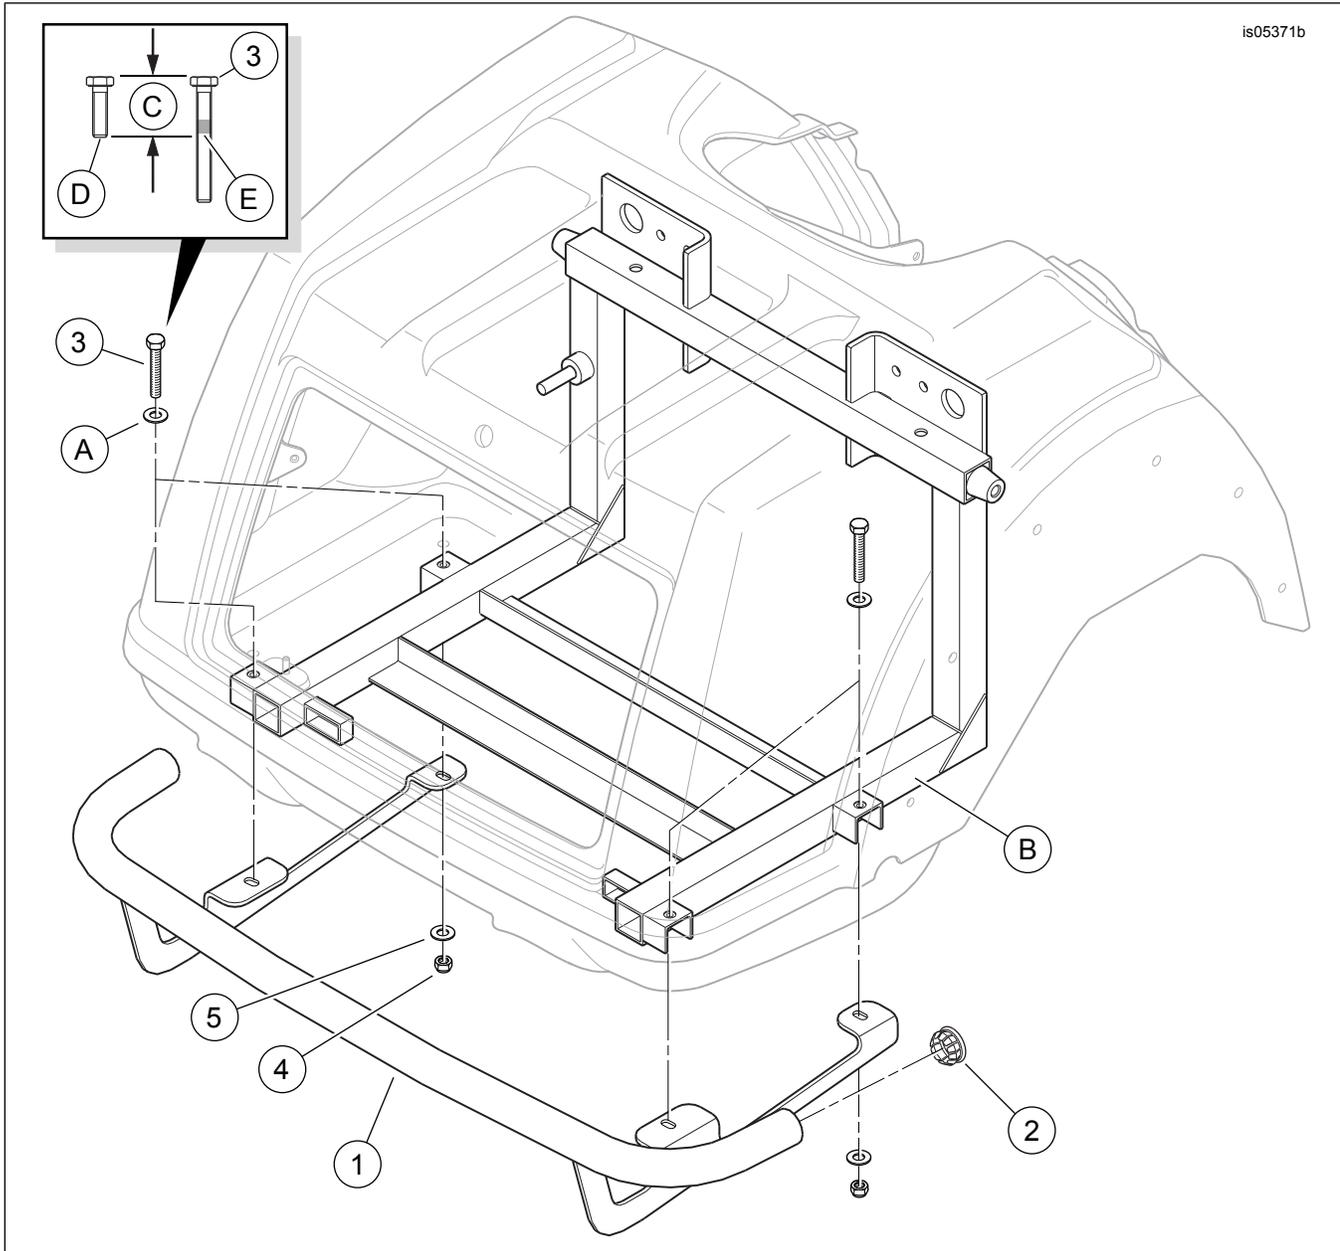

Figura 1. Conteúdo do kit: Protetor traseiro para triciclo
1. Veja a figura 1. Localize os quatro parafusos com arruelas (A) que prendem a carroceria ao quadro traseiro no fundo do compartimento do porta-malas. Deixando a arruela no lugar, remova um dos parafusos. Reserve o parafuso para a próxima etapa e, em seguida, descarte.
2. Veja a figura 1. Aplique trava-rosca nos parafusos (3).